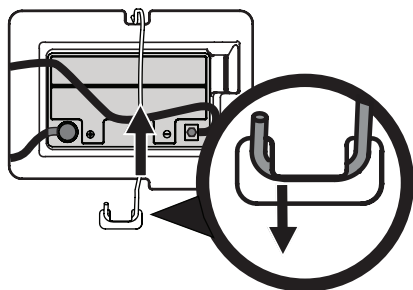

Figura 14
NOTA: El mazo de cables debería colocarse sobre la parte superior de la barra de sujeción de batería. De no ser así, el mazo de cables podría resultar dañado. Consulte la Figura 14 en la página 41.
3. Extraiga la barra de sujeción de la batería empujando el extremo de acoplamiento hacia afuera de la lengüeta de la tapa de protección que está a la derecha de la batería. Luego levante la barra de sujeción de la batería para liberar la batería. Consulte la Figura 14.